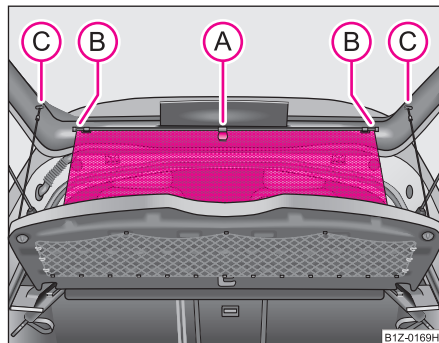

Fig. 53 Desenrollar la cortinilla antisolar enrollable
- Extraer la cortinilla antisolar enrollable por el lazo (A) y colgarla en el soporte (B) ⇒ fig. 53.